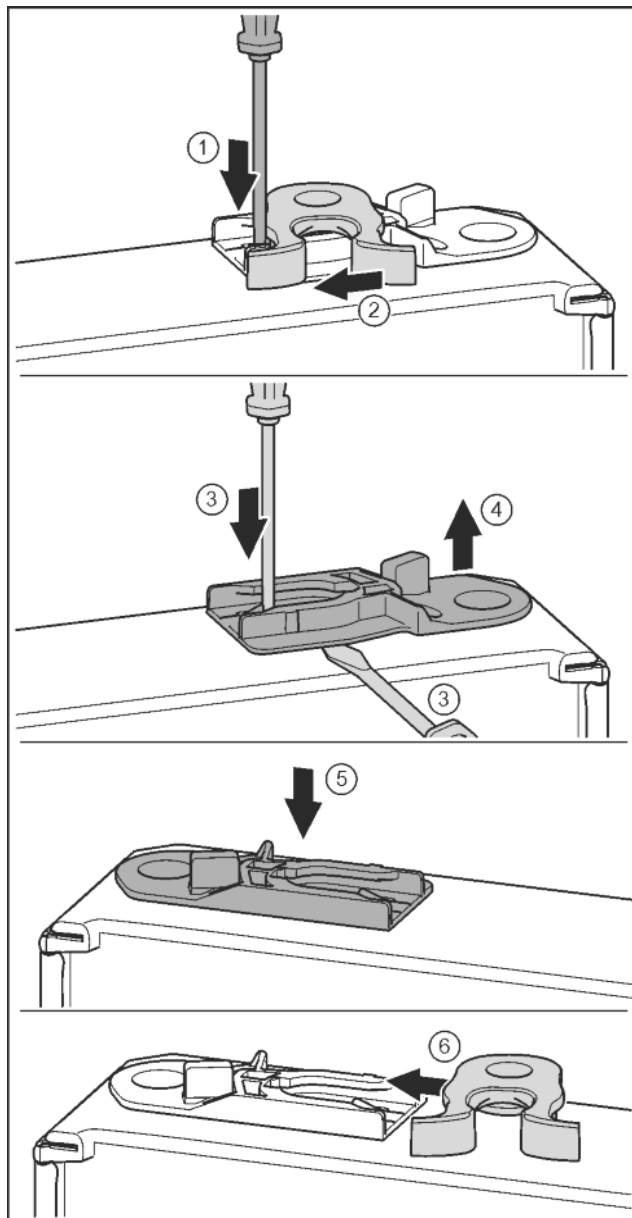

Fig. 19
- ▶ Нажать накладку шлицевой отверткой вниз. Fig. 19 (1)
- ▶ Запорный крючок вывести из направляющей. Fig. 19 (2)
- ▶ Извлечь направляющее гнездо: нажать накладку шлицевой отверткой и одновременно переместить ее шлицевой отверткой под направляющее гнездо. Fig. 19 (3, 4)
- ▶ Прилагаемое при поставке направляющее гнездо вставить на другой стороне корпуса. Fig. 19 (5)
- ▶ Запорный крючок вставить в направляющую. Fig. 19 (6)